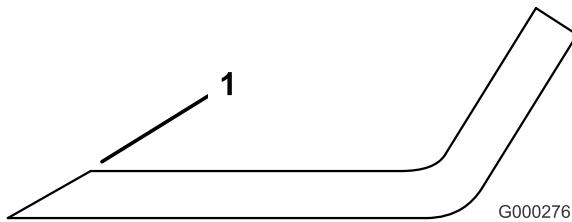

Figure 102
- Examinez les tranchants de toutes les lames et aiguisez-les s'ils sont émoussés ou ébréchés. N'aiguisez que le haut du tranchant et conservez l'angle de coupe d'origine pour obtenir une coupe nette (Figure 102). Limez la même quantité de métal sur chacun des deux tranchants pour ne pas déséquilibrer la lame.